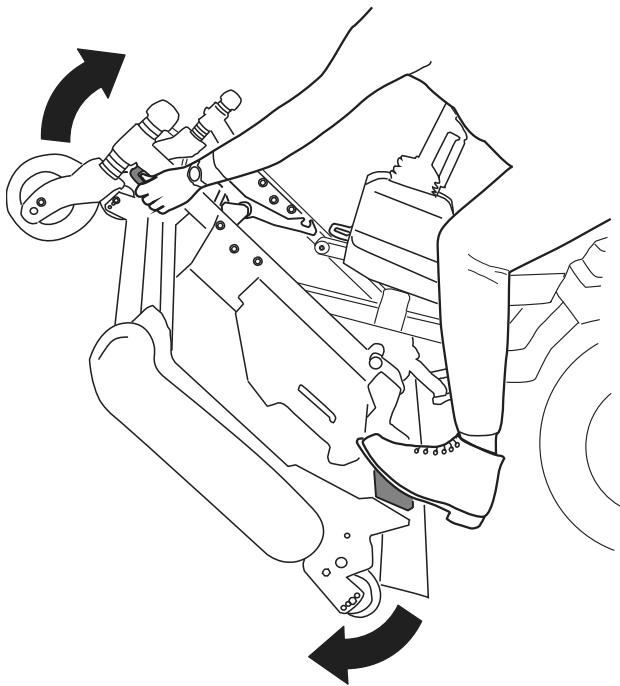
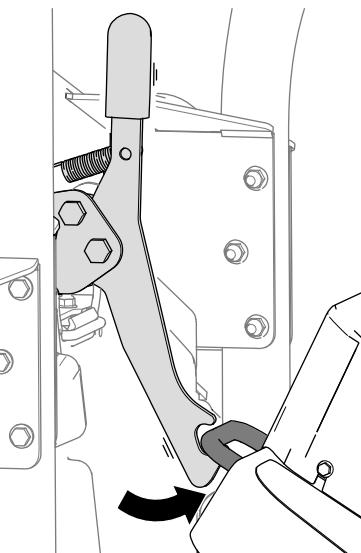
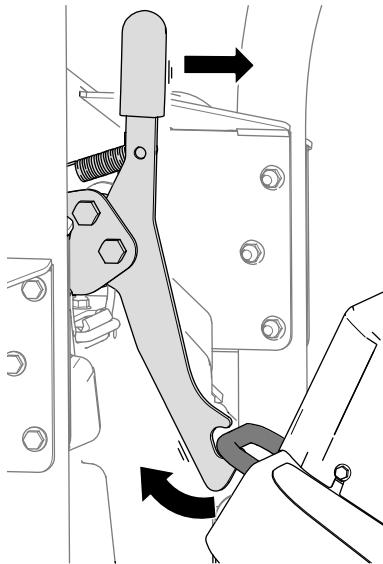

Figure 40
Figure 41
Figure 42
5. Tournez l'unité de coupe (Figure 40) de sorte que le verrou s'enclenche sur l'anneau d'arrimage (Figure 41).
1. Dégagez le verrou de l'unité de coupe de l'anneau d'arrimage (Figure 42) en faisant pivoter l'unité de coupe vers l'avant (voir Figure 40) et en tirant la poignée de verrouillage vers l'avant.